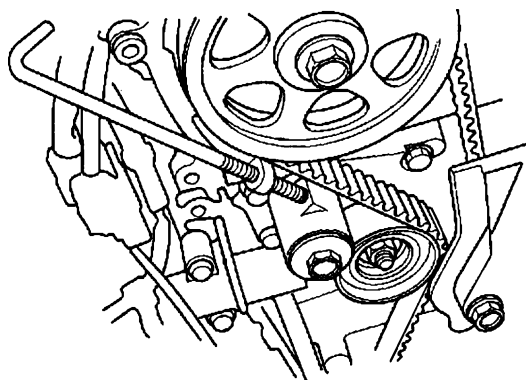

图 23-79 用螺栓固定正时带调节器
- 12) 按照图 23-79 所示，用打磨好的螺栓把正时带调节器固定好，并用手把螺栓拧紧。